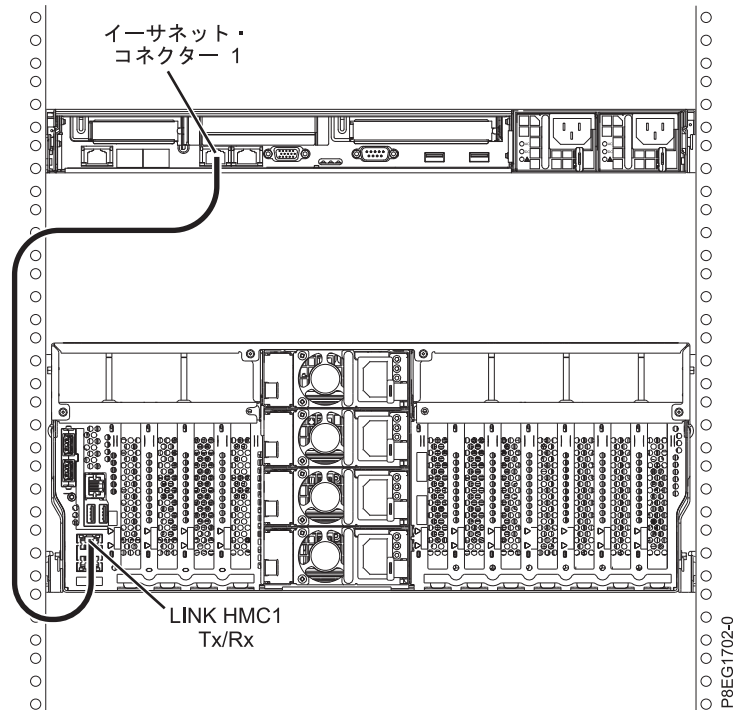

図 17. 管理対象システムへの HMC の取り付け
1. HMC を管理対象システムに直接接続する場合は、HMC の イーサネット・コネクタ 1 を管理対象システムの **HMC1** ポートに接続します。15 ページの図 17 を参照してください。